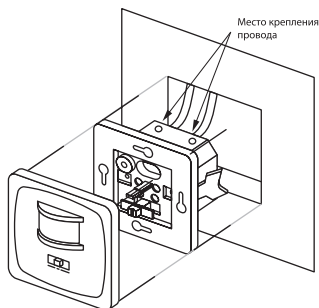

Рисунок 5. Схема монтажа датчиков ДДВ-03, ДДВ-04
5.3.2. Инструкция по монтажу ДДВ-03, ДДВ-04 (рисунок 5):